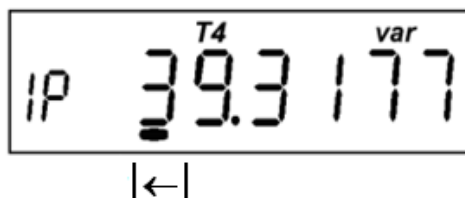

Рисунок 18
- прогнозируемая фактическая величина отпущенной реактивной мощности (отображается мнемоникой "*var*" и маркером "|←|")* (Рисунок 18):